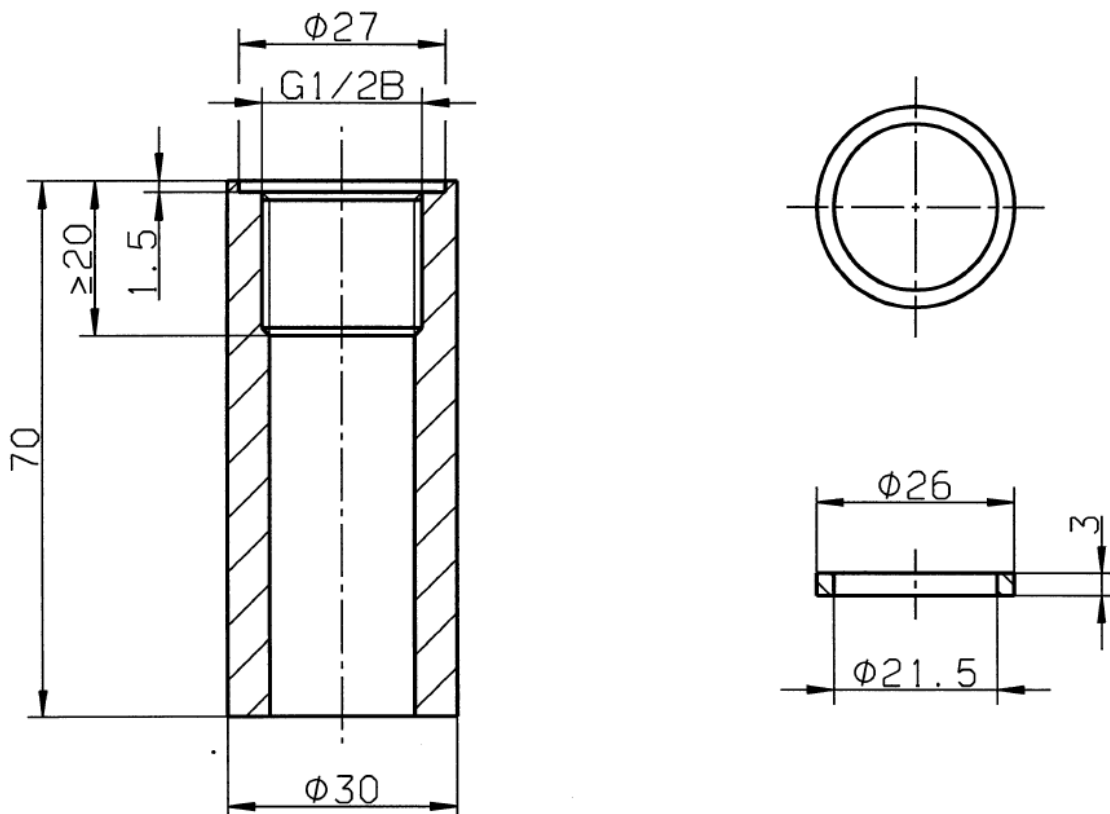

Abbildung 20: Gewindemuffe G ½ mit BL ≤ 70 mm zum Einschweißen
Die Länge der Gewindemuffe zum Einschweißen muss so gewählt werden, dass die erforderliche Eintauchtiefe gewährleistet ist. (siehe Abbildung 20). Die Dichtfläche muss glatt, d. h. geschlichtet, und senkrecht zur Gewindeachse ausgeführt werden.
- Flachdichtung, Ausführung nach Abbildung 20